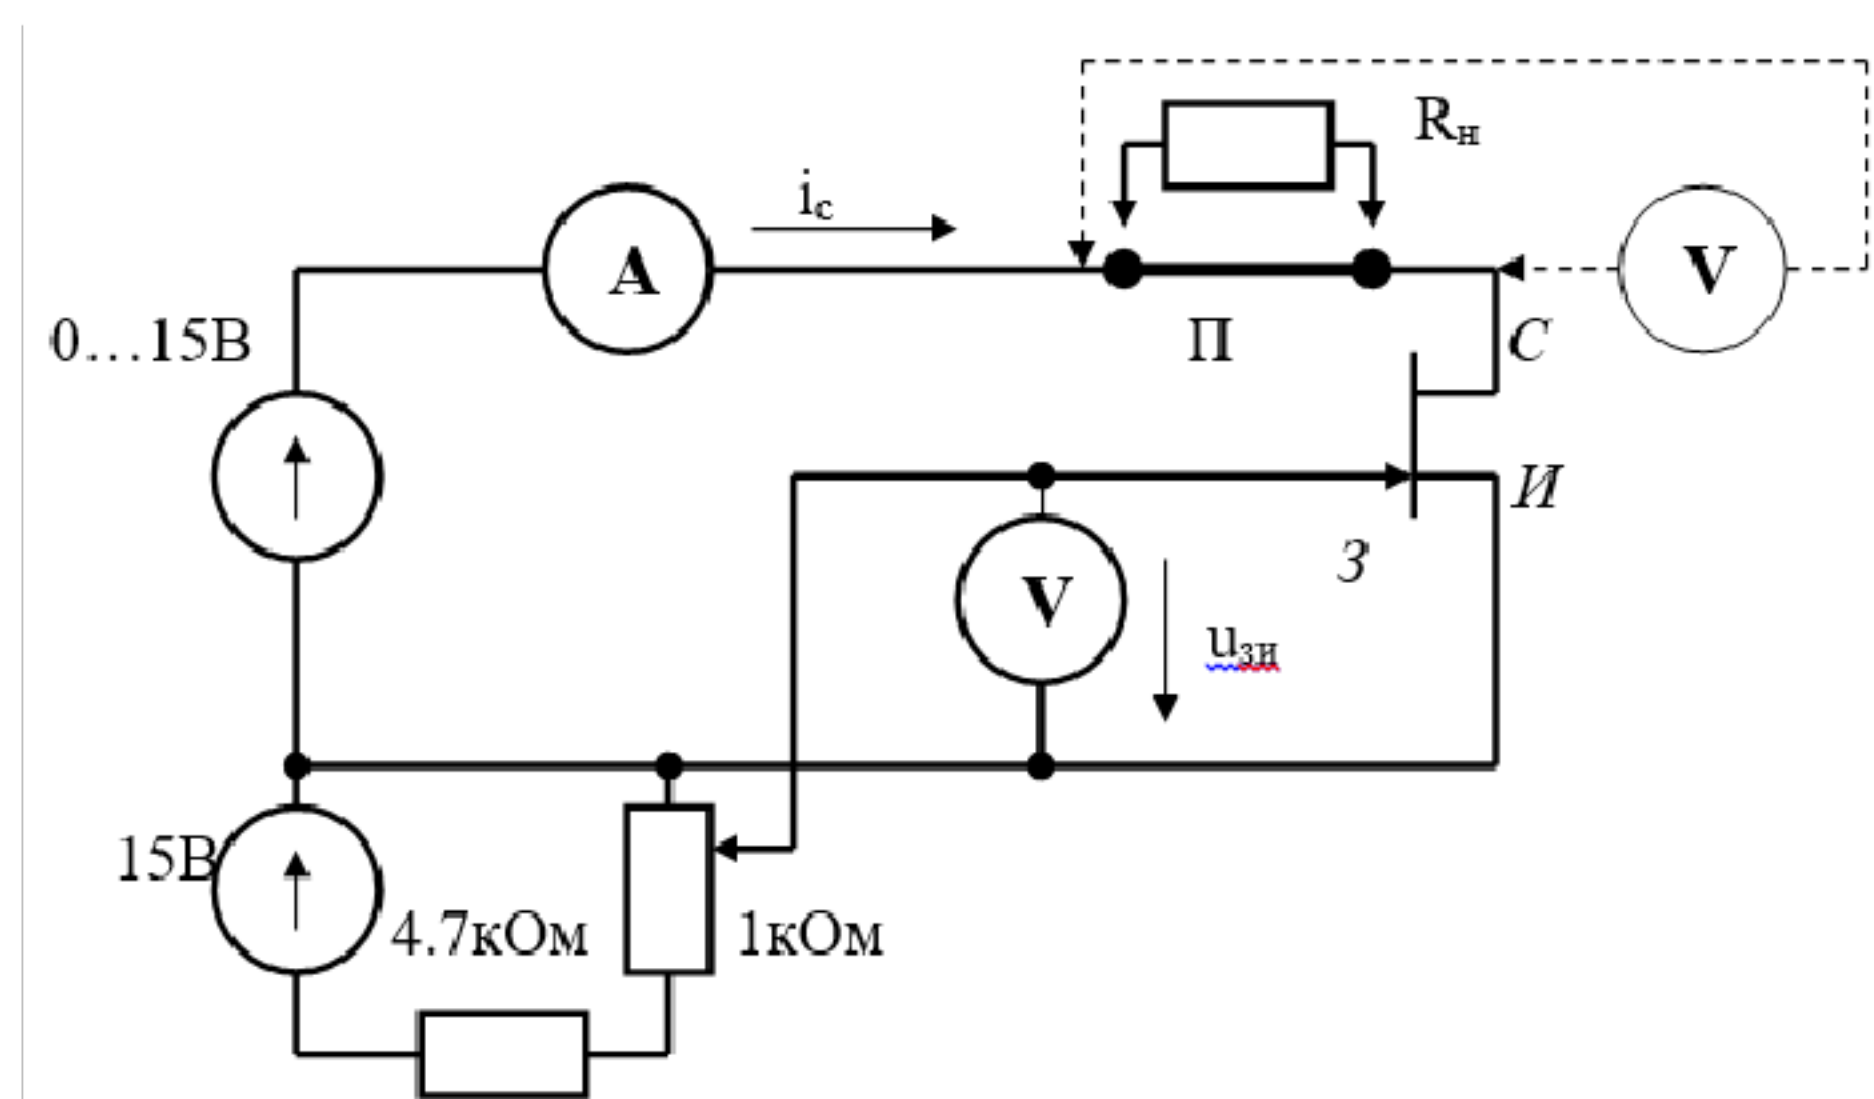
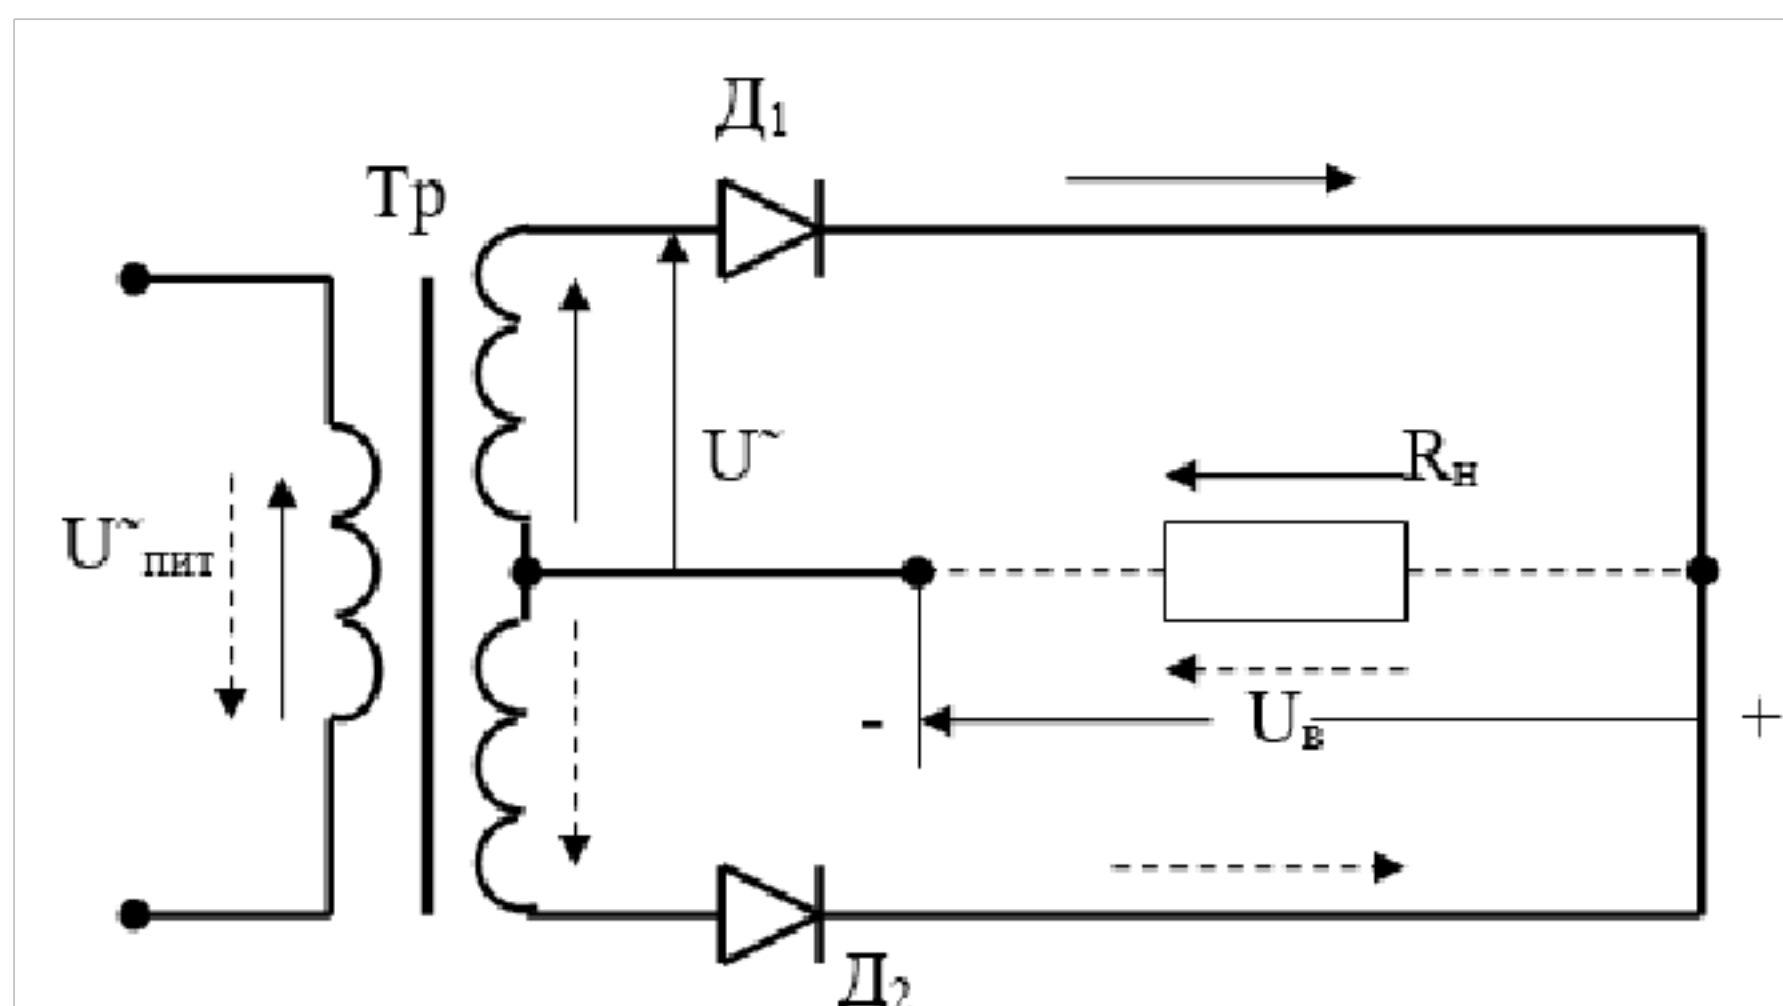
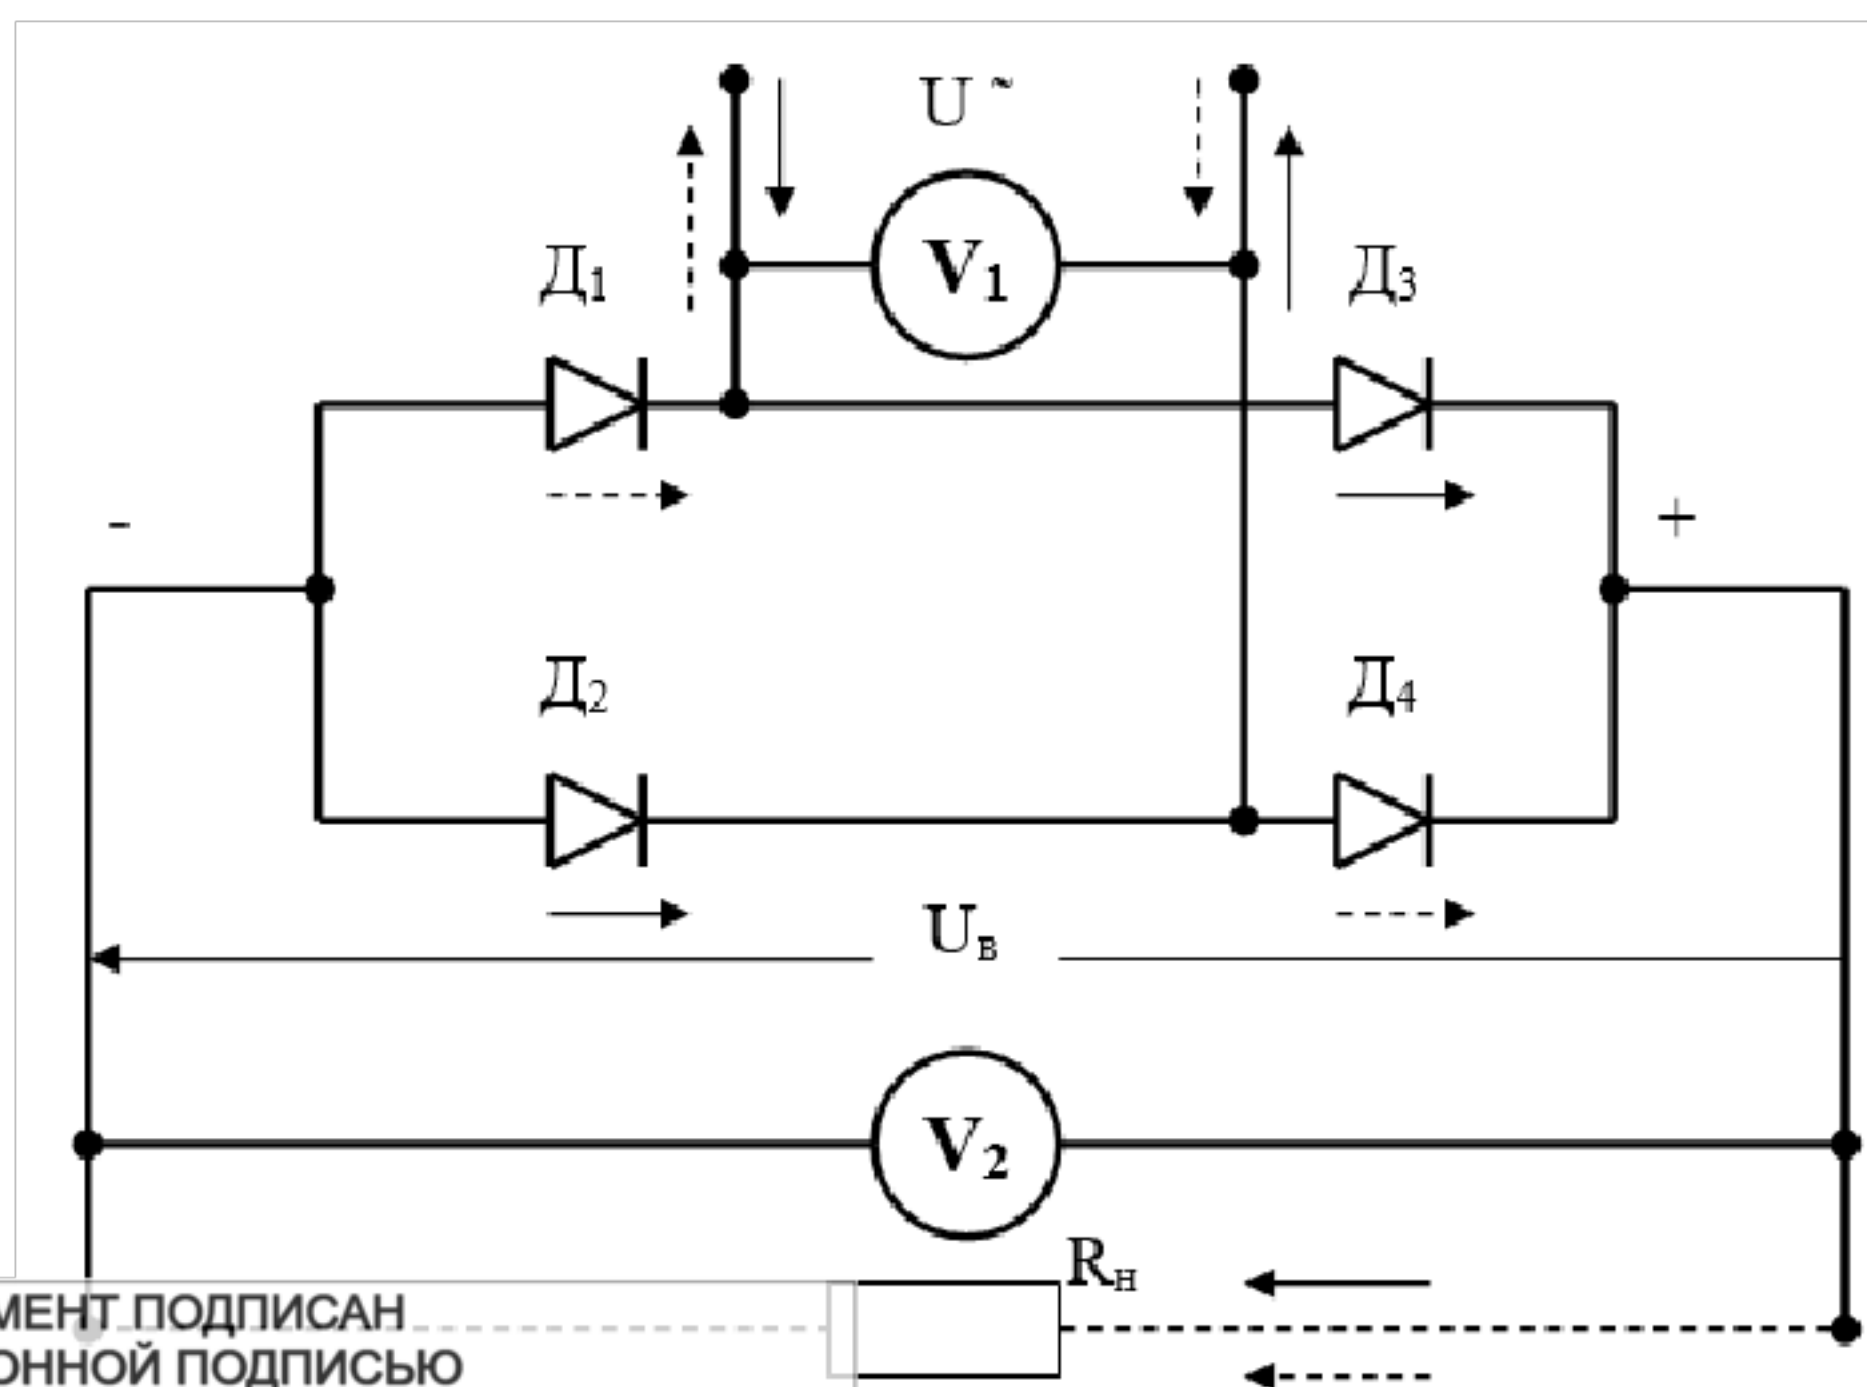

Рисунок 4.4
Рисунок 5.3
Рисунок 5.4
4. Собрать схему рис. 4.4 для снятия выходных характеристик транзистора.
При питании от однофазной цепи чаще применяют схемы двухполупериодного выпрямления, имеющие значительно меньший уровень пульсаций выпрямленного напряжения. Существует два вида таких схем: со средней точкой (рис. 5.3) и мостовая (рис. 5.4). На схемах направление тока показано сплошными стрелками при одной полярности питающего напряжения и пунктирными – при противоположной.
Для схемы рис. 5.3 и рис. 4.4 $m = 2$, $U_{cp} = 0,637 U_m = 0,9 U$,
4. Выполнить аналогичные замеры, вычисления, наблюдения и рисунки, собрав схемы, изображённые на рис. 5.3, 5.4, 5.6 и 5.8.